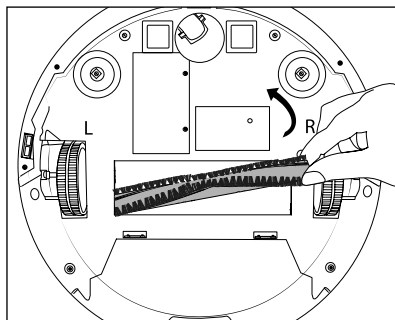

Fig. 15
- ◆ Agarre o rolo de escovas **16** pelo lado direito e retire-o do aparelho (ver fig. 15). Utilize a escova de limpeza **10** para retirar cabelos e sujidade.